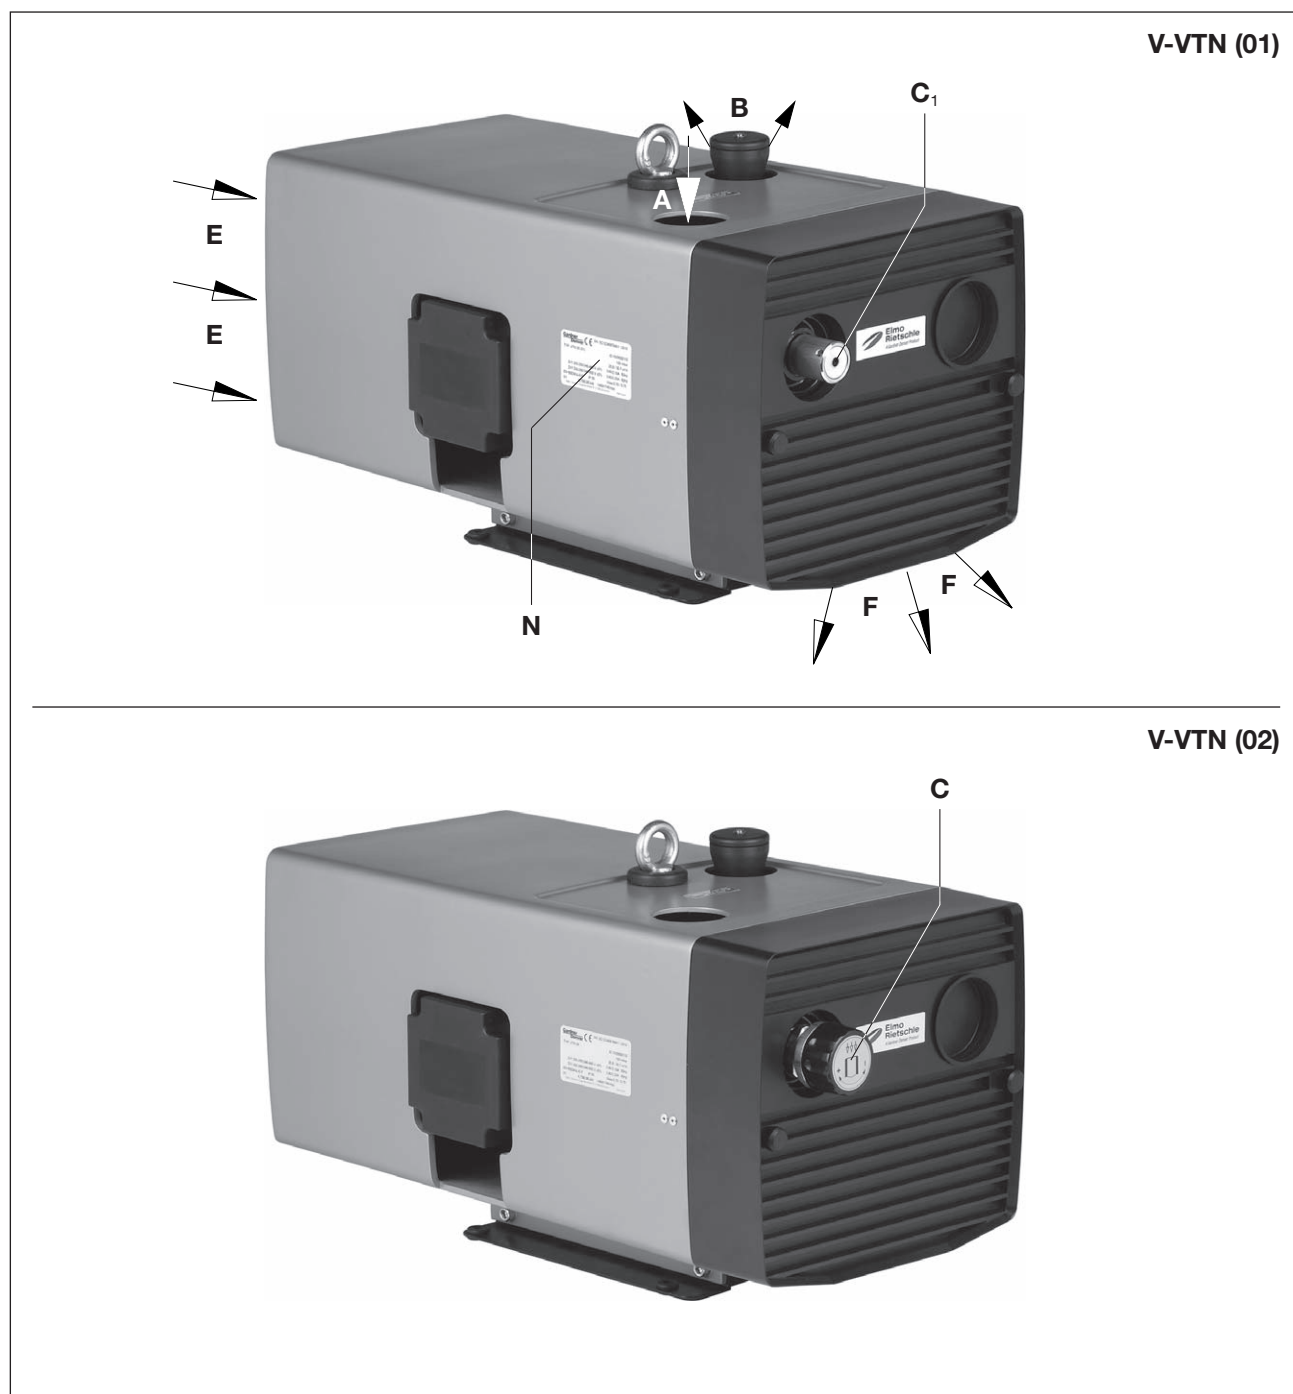
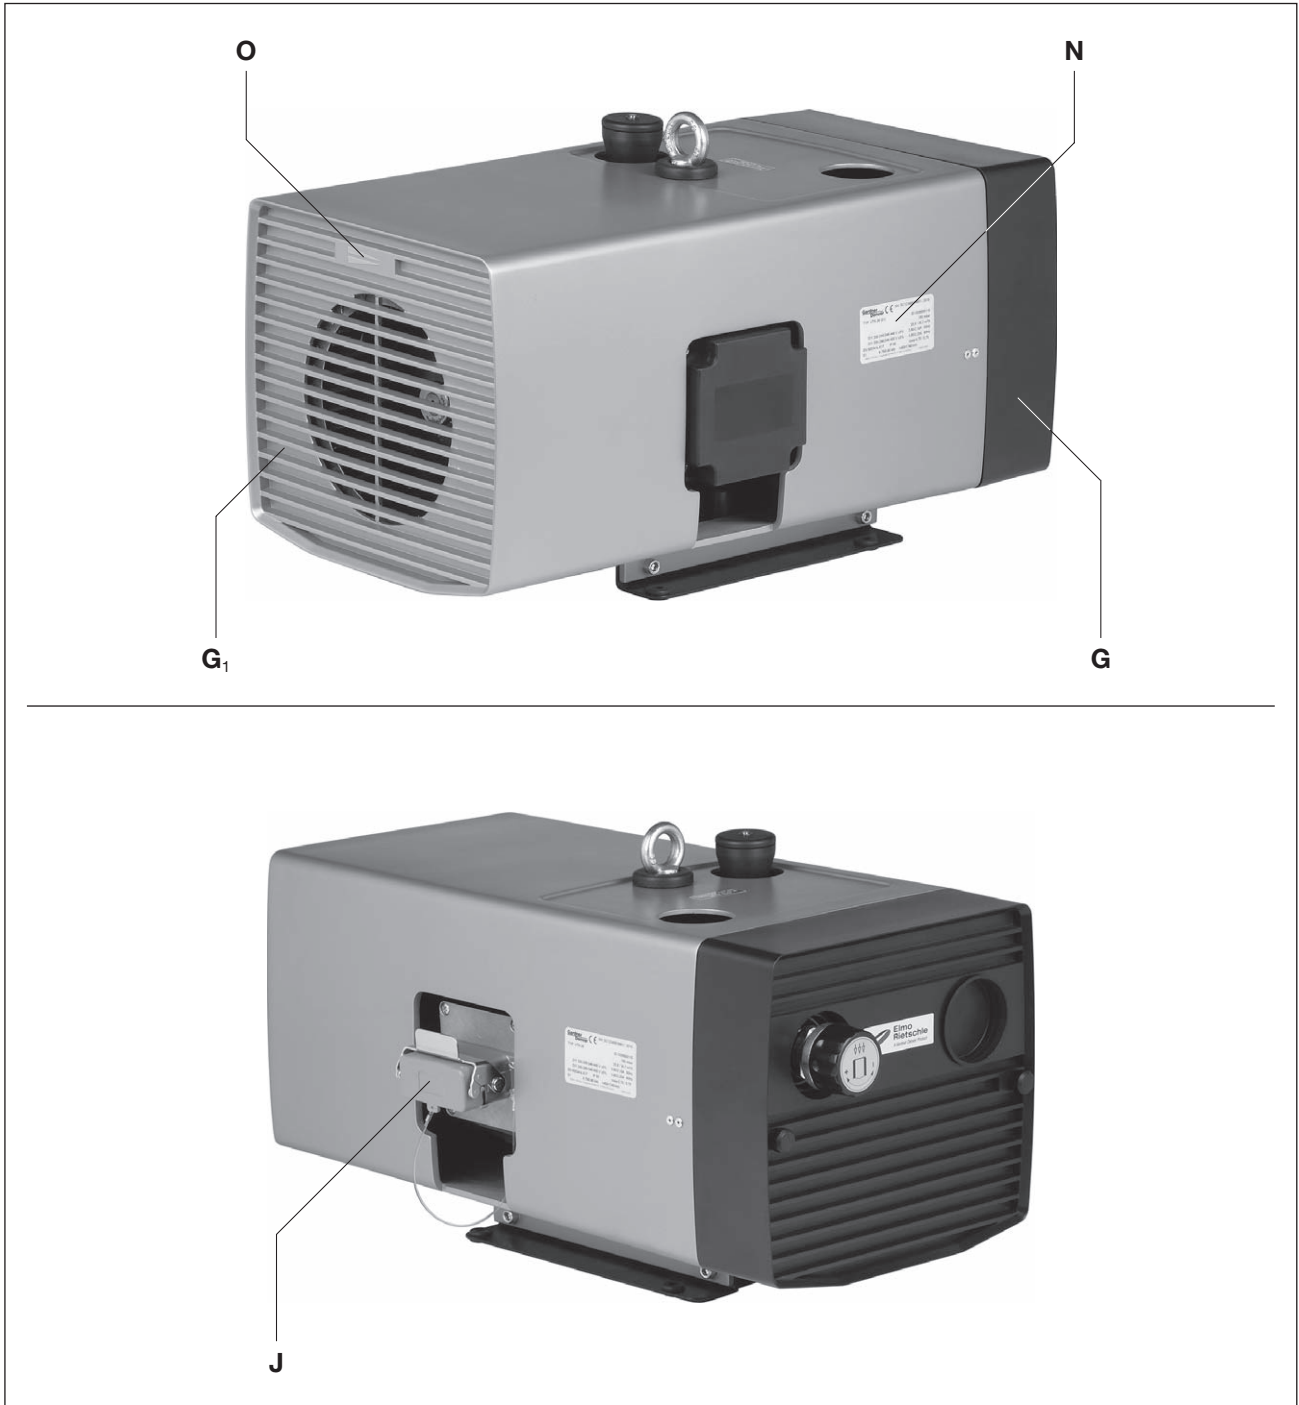

Fig. 2 Pompa per vuoto V-VTN (01) / V-VTN (02)
Fig. 3 Pompa per vuoto V-VTN
I modelli V-VTN (02) di serie hanno una valvola di regolazione del vuoto (Fig. 2/C), che consente di impostare il vuoto al livello desiderato, con limitazione verso l'alto.
Per smontare la griglia di scarico (Fig. 3/G) e la griglia di aspirazione (Fig. 3/G₁), per la manutenzione prevedere almeno 30 cm di spazio. Inoltre, gli ingressi (Fig. 2/E) e le uscite (Fig. 2/F) dell'aria di raffreddamento devono avere una distanza di almeno 10 cm dalle pareti vicine (l'aria di raffreddamento fuoriuscita non deve essere riaspirata).
- a) Collegamento vuoto (Fig. 2/A).
La regolazione del vuoto può avvenire ruotando la manopola di regolazione (Fig. 2/C) in base alla targhetta dei simboli applicata su questa.
- a) I dati elettrici del motore sono indicati sulla targhetta dati (Fig. 2/N) o sulla targhetta dati motore. I motori sono conformi a DIN EN 60034 e sono eseguiti con classe di protezione IP 55 e classe isolamento F. Lo schema di collegamento è situato nella morsettiera del motore (non si applica nella versione con collegamento a spina). I dati del motore devono essere confrontati con quelli della rete di alimentazione usata (tipo corrente, tensione, frequenza di rete, amperaggio ammesso).
- b) Collegare il motore attraverso il connettore a spina (Fig. 3/J) ossia l'interruttore magnetotermico (per la protezione dell'interruttore magnetotermico e dello scarico di trazione del cavo di collegamento è necessario prevedere un pressacavo). Consigliamo di usare interruttori magnetotermici con disattivazione ritardata, dipendente da un ev. sovraccarico. Sovraccarichi di breve durata possono verificarsi se si avvia la macchina a freddo.